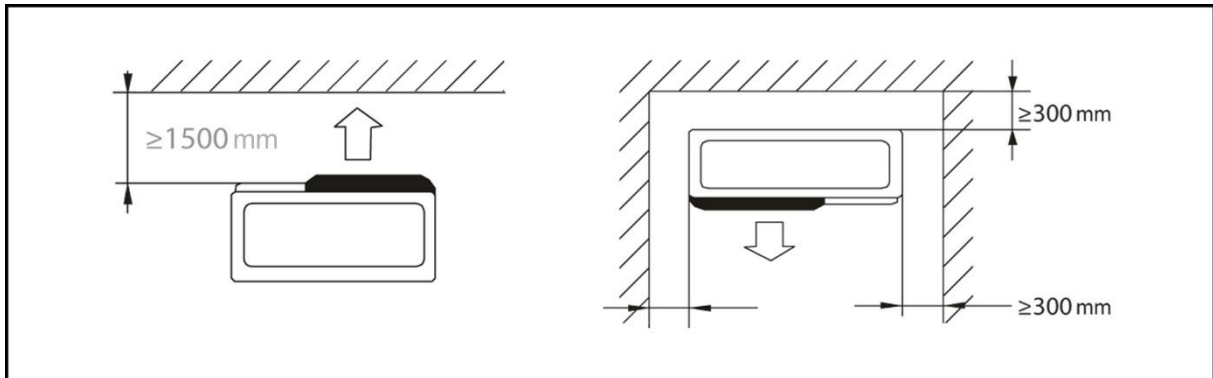

Fig. 3
- Lasciare uno spazio vuoto di almeno 30 cm sui lati e sul retro della pompa di calore (Fig. 3).